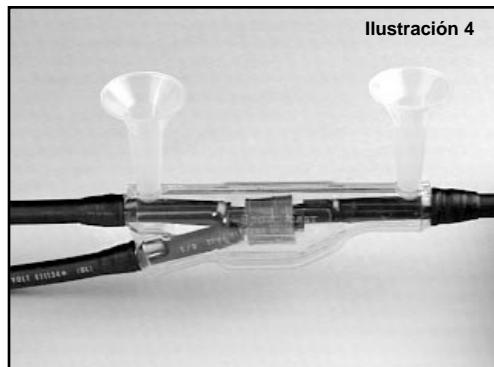

Ilustración 4
- 5.2 Coloque los tubos para verter en los orificios. (Vea la Ilustración 4.)